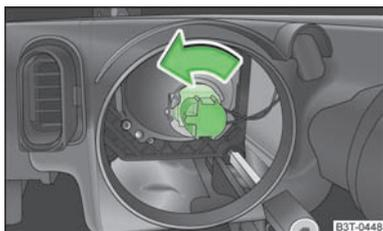

Fig. 190
- » Rode o conector com a lâmpada incandescente até ao batente, **no sentido contrário ao dos ponteiros do relógio**, e retire-o » Fig. 190.